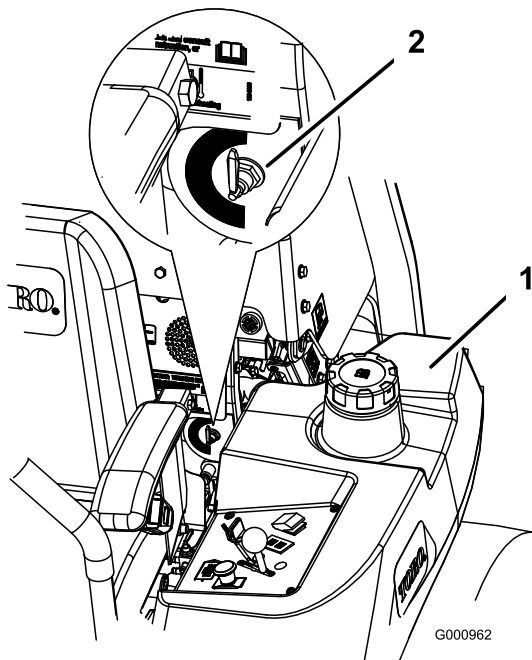

Figura 5
La unidad tiene dos depósitos de combustible. Un depósito está en el lado izquierdo y el otro está en el lado derecho. Cada depósito está conectado a la válvula selector de combustible. Desde allí, un tubo de combustible común va al motor (Figura 5).
Para utilizar el depósito de combustible del lado izquierdo, gire la válvula selector de combustible a la posición de la izquierda (LH). Para utilizar el depósito de combustible del lado derecho, gire la válvula selector de combustible a la posición de la derecha (RH) (Figura 5).